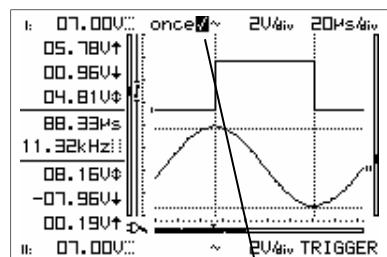

Fig 56
**"once"**= Sampling starts after triggering, completion will be shown by means of a check mark (1). Triggering can be restarted by pressing the 'manual/restart' button. Use this mode to detect e.g. a short glitch. (**Fig 56**)
**"once"**= Bemonstering start na de triggering, éénmaal voltooid zal dit weergegeven worden via een vinkje (1). Men kan de triggering opnieuw starten door op de 'manual/restart' toets te drukken. Gebruik deze mode om bv. een korte storing te ontdekken (**Fig 56**)
**"once"** = L'échantillonage commence après le démarrage, l'achèvement sera marqué au moyen d'un v (1). Le démarrage peut être redémarré en pressant le bouton 'manual/restart'. Utilisez ce mode p.ex. pour découvrir une courte pointe (**Fig. 56**)